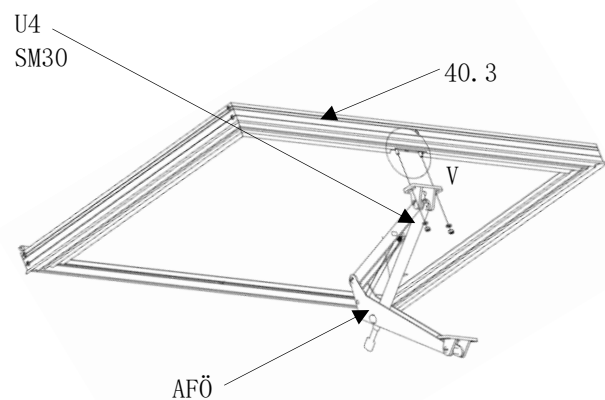

Abb. 115
- Gesamtübersicht **Abb. 115**